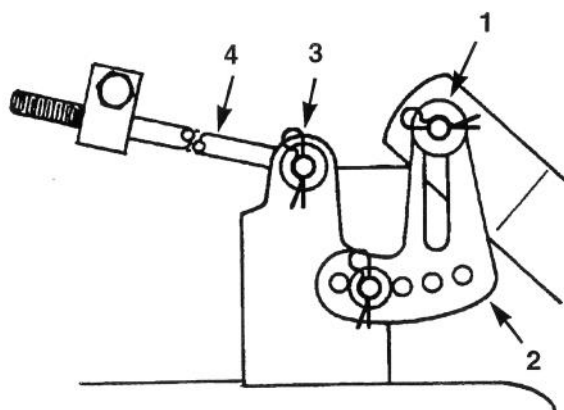

Figure 42
8. Déposer la goupille et la rondelle en haut de la patte de mise à niveau de la tondeuse (Fig. 42). Déposer ensuite la patte de la goupille de montage.
9. Déposer la goupille et rondelle à l'extrémité de la longue tige (Fig. 42). Extraire la tige du support de la tondeuse. Répéter l'opération de l'autre côté de la tondeuse.